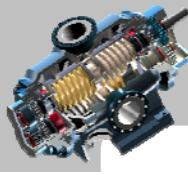

图 7.2.8 “放置”界面
(1) 在约束集列表中选取 销 选项。
(2) 修改连接的名称。单击操控板菜单中的“放置”按钮，系统出现图 7.2.8 所示的“放置”界面，在 **集名称** 下的文本框中输入连接名称“Connection_2c”，并按 Enter 键。